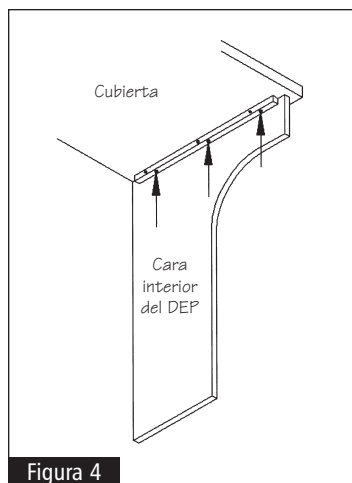

Figura 4
- 3** Coloque y fije el DEP a la cubierta usando 3 tornillos de madera de 1-1/4" usando la banda de montaje de madera. Asegúrese de no fijar los tornillos en la misma ubicación en la que se fijaron en el paso 2. Vea la figura 4.